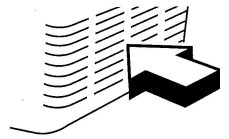

ABBILDUNG 1
- POSITIONIEREN SIE DAS GERÄT SO, DASS EIN LUFTSTROM DURCH DAS VORDERE GRILL (SIEHE ABBILDUNG 1).